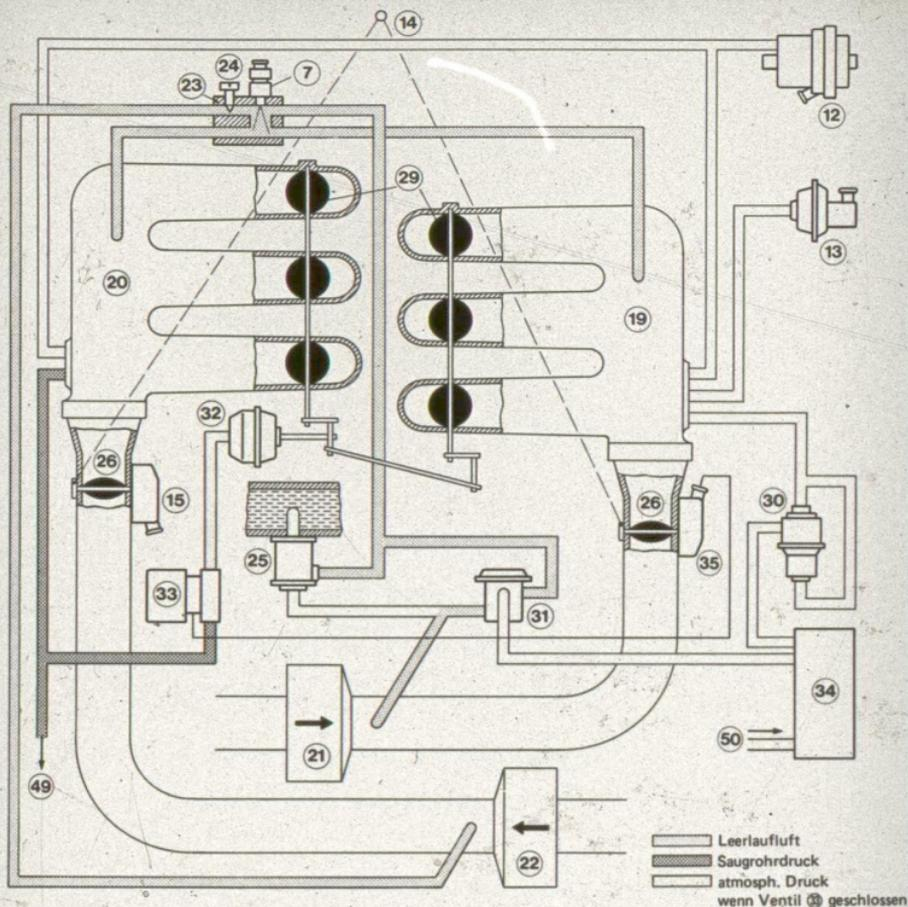

Bild 57
- ⑬ Drosselklappe
- ⑭ Zusatzdrosselklappen
- ⑮ Unterdruckbegrenzer
- ⑯ pneumatisches Ventil „Smith“
- ⑰ Druckdose
- ⑱ elektromagnetisches Leerlaufventil
- ⑲ hydr. gesteuertes Leerlaufventil
- ⑳ Mikroschalter
7.2.3. Teillast – warmer Motor (Bild 57)